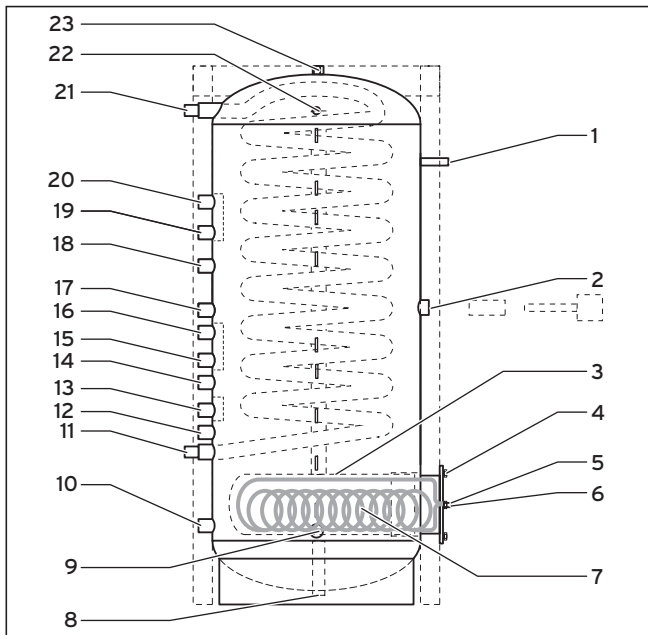

Bild 2.4 Röranslutningar, sett från vänster
**Anslutningarna till beredaren ska delvis förses med inloppsämpare som gör att värmeskiktningen i tanken inte påverkas av vattnet som strömmar in från värmekällan. Det är därför viktigt att anslutningarna görs exakt enligt beskrivningarna och illustrationerna (se bild 2.4) i den här beskrivningen.**
Teckenförklaring till bild 2.4: